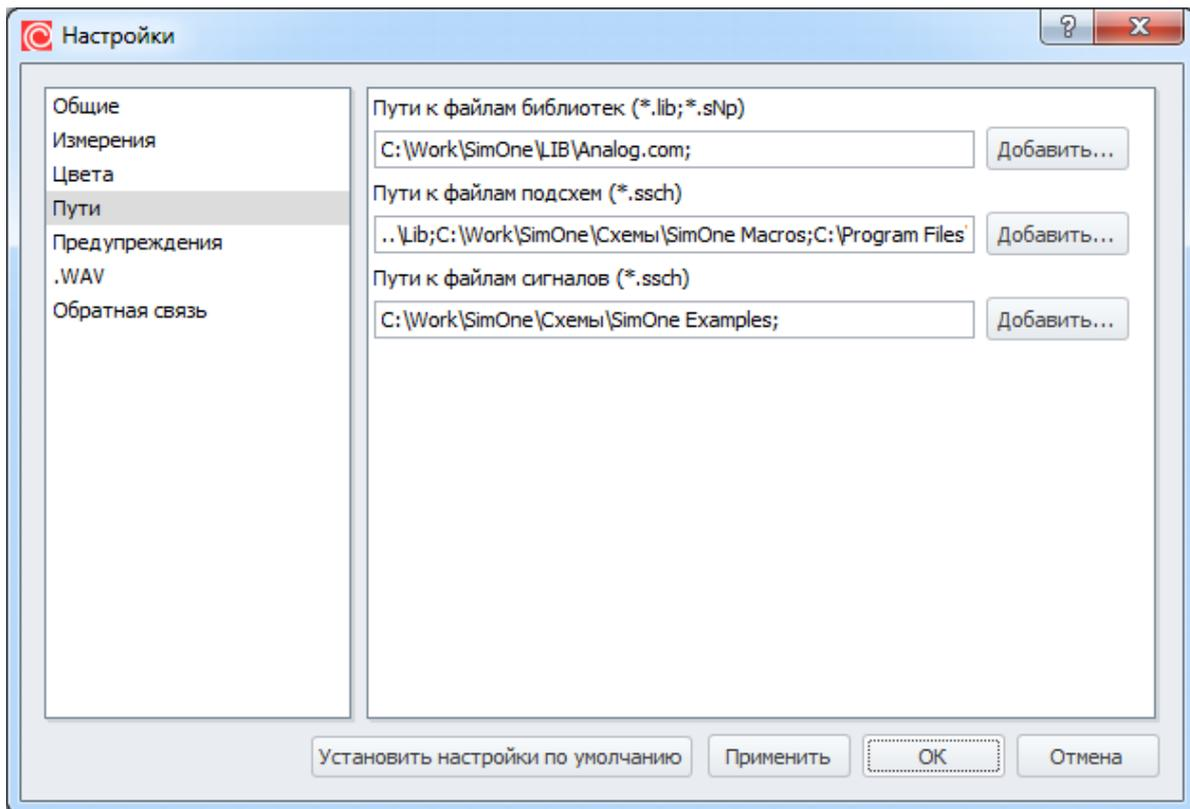

Рис. 6.1.2 Окно "Настройки" вкладка "Пути"
**SimOne** позволяет использовать в текущей схеме сигналы, созданные в других схемах. Для этого необходимо в окне Настроек программы указать путь до схемы, сигналы которой пользователь собирается использовать (рис. 6.1.2)